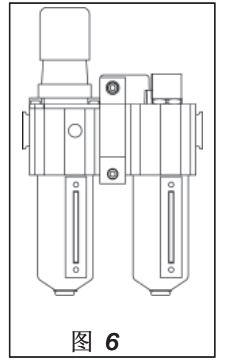

图 6
调节螺母 (C) 在出厂时已被调整到顺时针方向的尽头，在此状态下系统无法获得润滑油料。要进行初始调节，请打开进气装置，油就开始流入系统。旋转调节螺母，调节油的滴落速度。逆时针旋转调节螺母，会提高滴落速度。（见图 6）一开始，将滴落速度设置为每分钟一到两滴，在系统达到正常操作温度
向上拉调节螺母，以解除锁定。要提高出口压力设置，就必须顺时针旋转调节螺母；要降低出口压力设置，就必须逆时针旋转。要降低压力，首先将压力降到所需压力以下，然后逐渐提高到所需出口压力。（见图 6）